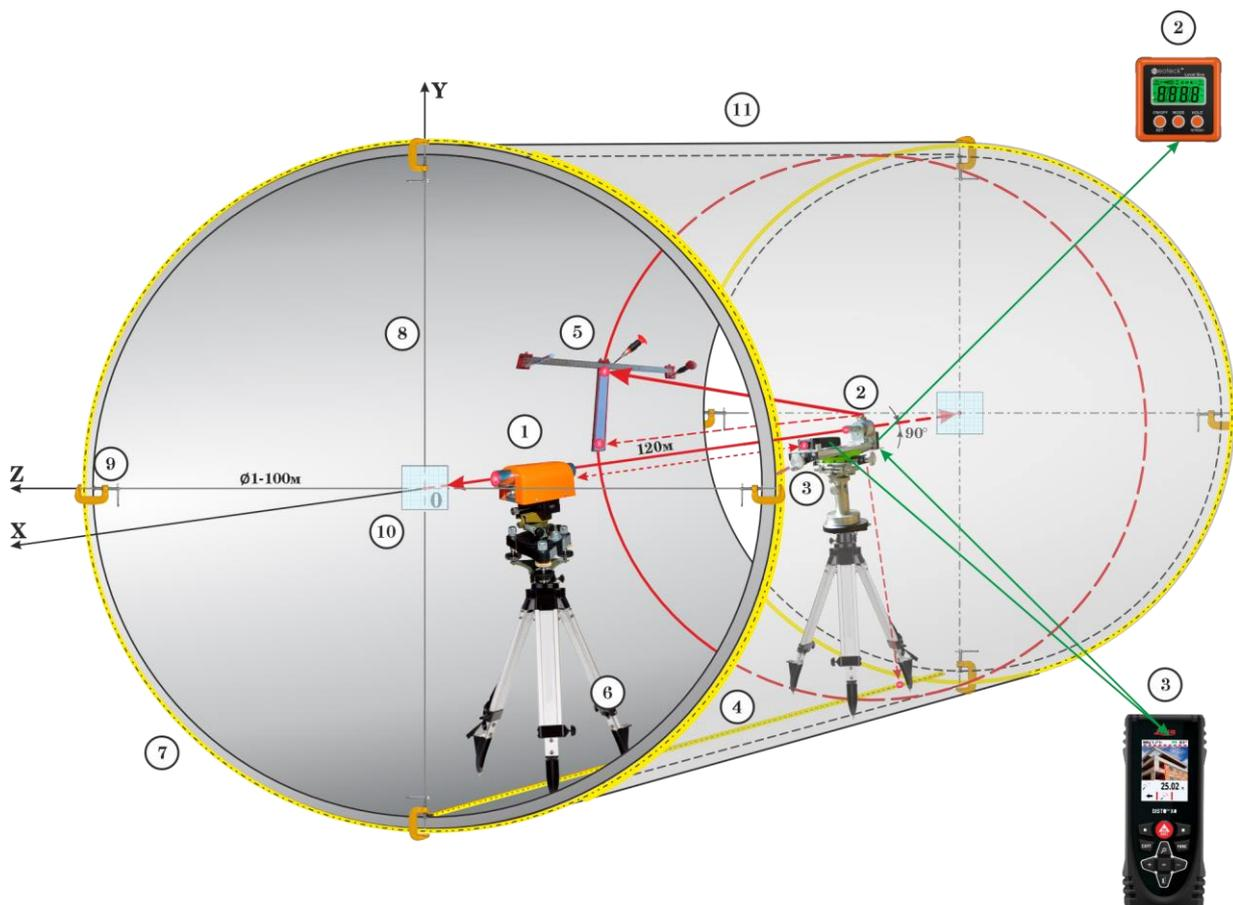

Рисунок 1
За ось цилиндра или ось колонного аппарата принимаем линию, соединяющую два центра окружности в крайних сечениях цилиндра. Центры окружностей в сечениях образованы пересечением 2-х струн (Рисунок 1, позиция «8»).
- 1) Лазерный излучатель двухсторонний ЛИ-2С (Рисунок 1, позиция «1») устанавливаем по уровню внутри колонного аппарата на элевационный штатив «6», на расстоянии 1-5м от ближайшего центра окружности и включаем два лазерных луча. Нужно помнить, что лучи настроены в одну линию по углу, с погрешностью  $\pm 0,7\text{мм}/10\text{м}$ .
- 2) Внизу цилиндрического изделия необходимо натянуть усилием 5кг и закрепить рулетку (Рисунок 1, позиция «4») длиной 10-50м. Рулетка должна иметь погрешность  $\pm 0,2\text{мм}/10\text{м}$ , её нужно выбирать из нескольких, методом сравнения с эталоном. С другой стороны, лазерный дальномер Leica Disto X4 «3» имеет погрешность СКП  $\pm 1\text{мм}/1 \div 150\text{м}$ . Одновременно он измеряет углы с погрешностью  $\pm 0,1^{\circ} = \pm 6'$ . Это удобно при измерении внутри цилиндрического изделия.